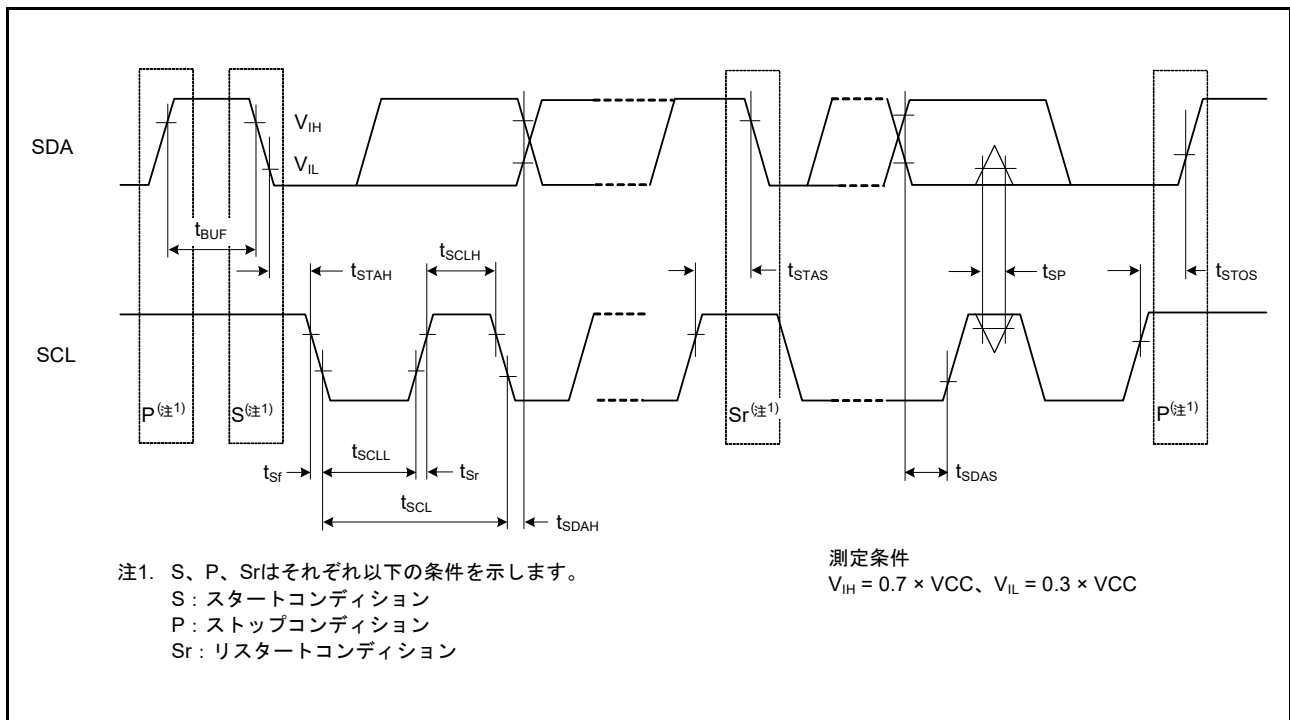

図 2.46 RIIC バスインタフェース入出力タイミング
| RIIC (スタンダード モード、SMBus) | SCL サイクル時間 | t _{SCL} | 6 (12) × t _{IICcyc} + 1300 | — | ns | 図 2.46 |